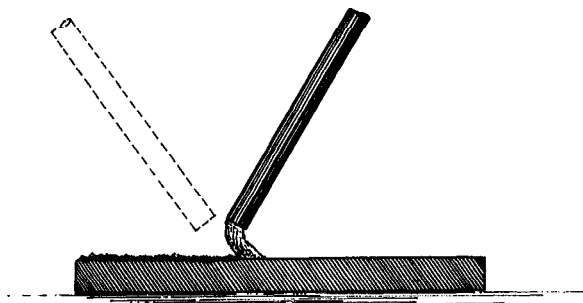

Figura 2.134
1. Mantenga inclinado el electrodo (es el primer recurso, para evitar este fenómeno) (Figura 2.134).